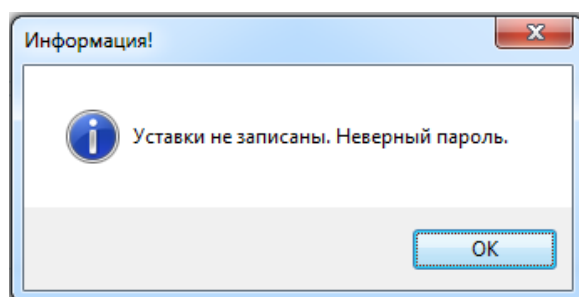

Рисунок 6 – Информация о неверном пароле
2.1.9.4 В том случае если пароль оказался неверным, на экране появится информационное сообщение «Уставки не записаны. Неверный пароль» (см. рисунок 6).